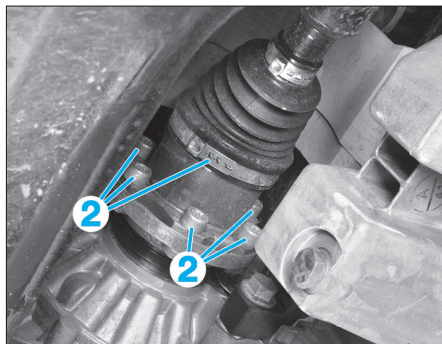

FIG. 2
- Dévisser les 6 vis (2) de la bride (Fig.2).